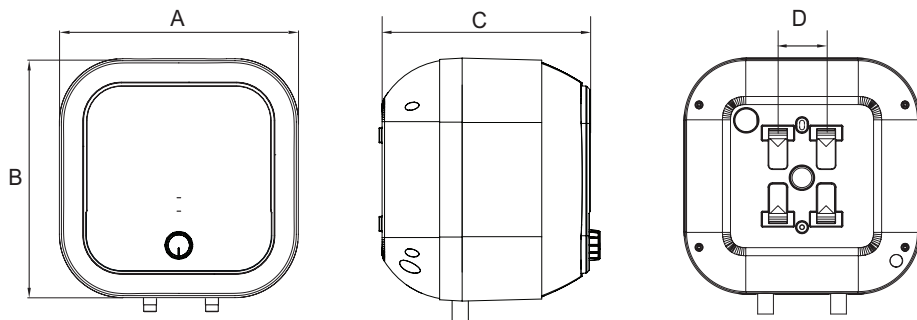

Rysunek 1
- Zawór bezpieczeństwa podłączony do podgrzewacza musi być zainstalowany na wlocie zimnej wody do podgrzewacza i nie może być narażony na działanie mgły. Woda może wypływać z zaworu bezpieczeństwa, dlatego rura odpływowa musi być szeroko otwarta na powietrze. Aby spuścić wodę z pojemnika wewnętrznego, można ją spuścić z zaworu bezpieczeństwa. Odkręć śrubę gwintowaną zaworu bezpieczeństwa i podnieś uchwyt spustowy do góry (patrz rys. 1).